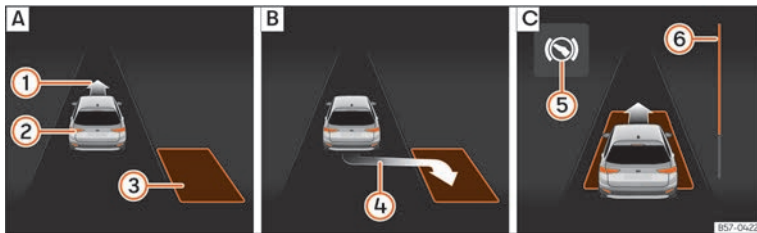
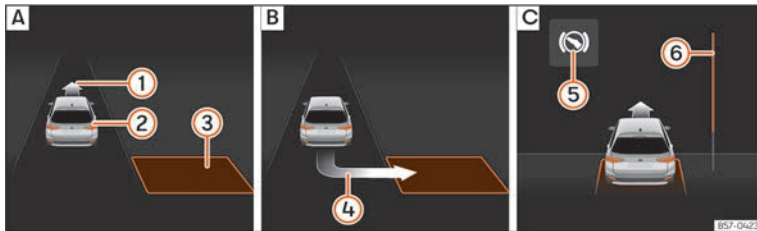

Abb. 140 Am Bildschirm des Kombi-Instruments: längs einparken. **A**: Parklücke suchen. **B**: Position zum Einparken. **C**: Rangieren.
Abb. 141 Am Bildschirm des Kombi-Instruments: quer einparken. **A**: Parklücke suchen. **B**: Position zum Einparken. **C**: Rangieren.
- Prüfen Sie anhand der Anzeige im Bildschirm des Kombi-Instruments, ob die Parklücke als „geeignet“ erkannt wurde und ob die korrekte Position zum Einparken » (Abb. 140) **B** oder
» (Abb. 141) **B** erreicht wurde. Die Parklücke wird als „geeignet“ betrachtet, wenn auf dem Bildschirm des Kombi-Instruments die Anzeige zum Einparken erscheint **④**.
- Fahren Sie rückwärts, bis das Dauertonsignal des ParkPilot ertönt; **ODER:** fahren Sie zurück, bis auf dem Bildschirm des Kombi-Instruments die Anzeige für Vorwärtsfahren »» [Abb. 140] [C] oder »» [Abb. 141] [C] erscheint; **ODER:** fahren Sie zurück, bis am Bildschirm des Kombi-Instruments die Meldung **Park Assist beendet** erscheint. Die Fortschrittsanzeige ⑥ zeigt den zurückzulegenden Abstand an.
- Fahren Sie vorwärts, bis das Dauertonsignal des ParkPilot ertönt; **ODER:** fahren Sie vorwärts, bis am Bildschirm des Kombi-Instruments die Anzeige zur Rückwärtsfahrt erscheint. Der Parklenkassistent lenkt das Fahrzeug so lange beim Vorwärts- und Rückwärtsfahren, bis das Fahrzeug gerade in der Parklücke steht »» [Abb. 140] [C] bzw. »» [Abb. 141] [C].
Die Fortschrittsanzeigen »» [Abb. 140] ⑥ und »» [Abb. 141] ⑥ am Bildschirm des Kombi-Instruments zeigt symbolisch die noch zu fahrende relative Fahrstrecke an. Je länger die Distanz ist, desto größer ist der Füllstand des Fortschrittsbalkens. Bei Vorwärtsfahrt nimmt die Füllung des Fortschrittsbalkens nach oben ab und bei Rückwärtsfahrt nimmt die Füllung des Fortschrittsbalkens nach unten ab.